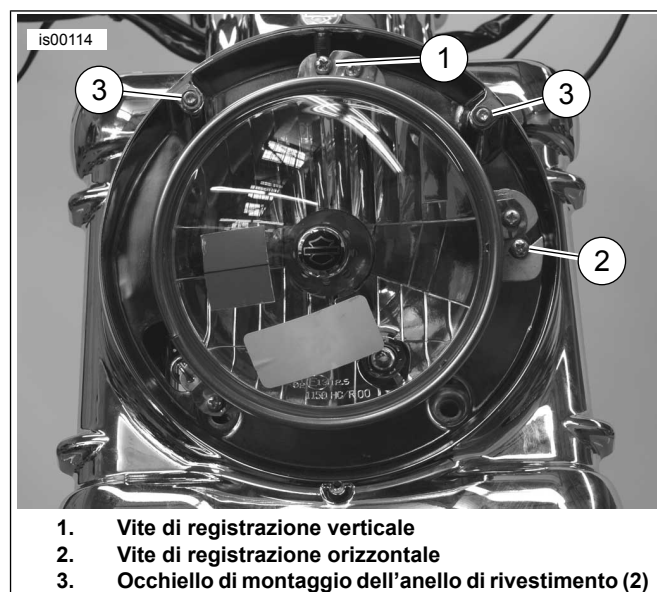

Figura 8. Regolazione del faro anteriore
- a. Vedere Figura 8. Spostare in alto o in basso il fascio di luce del faro, come necessario, girando la vite di registrazione verticale (1). Girare la vite in senso orario per alzare il fascio di luce e in senso antiorario per abbassarlo.
- b. Vedere Figura 8. Spostare a destra o a sinistra il fascio di luce del faro anteriore, come necessario, girando la vite di registrazione orizzontale (2). Girare la vite in senso orario per spostare il fascio di luce a destra della motocicletta e in senso antiorario per spostarlo a sinistra.